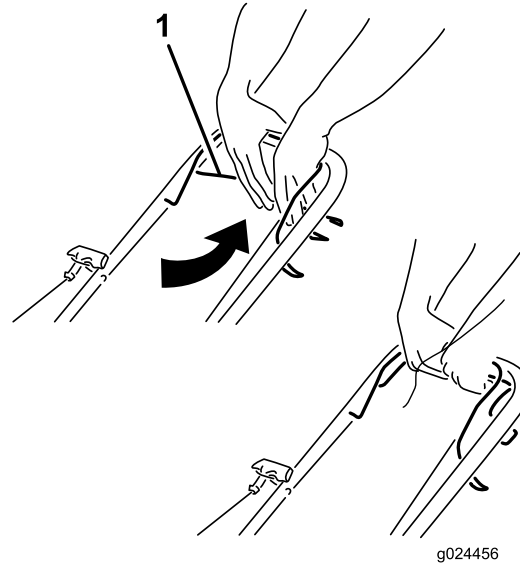

Figura 15
- **Para activar la autopropulsión:** Apriete la barra de autopropulsión contra el manillar y manténgala allí (Figura 15).